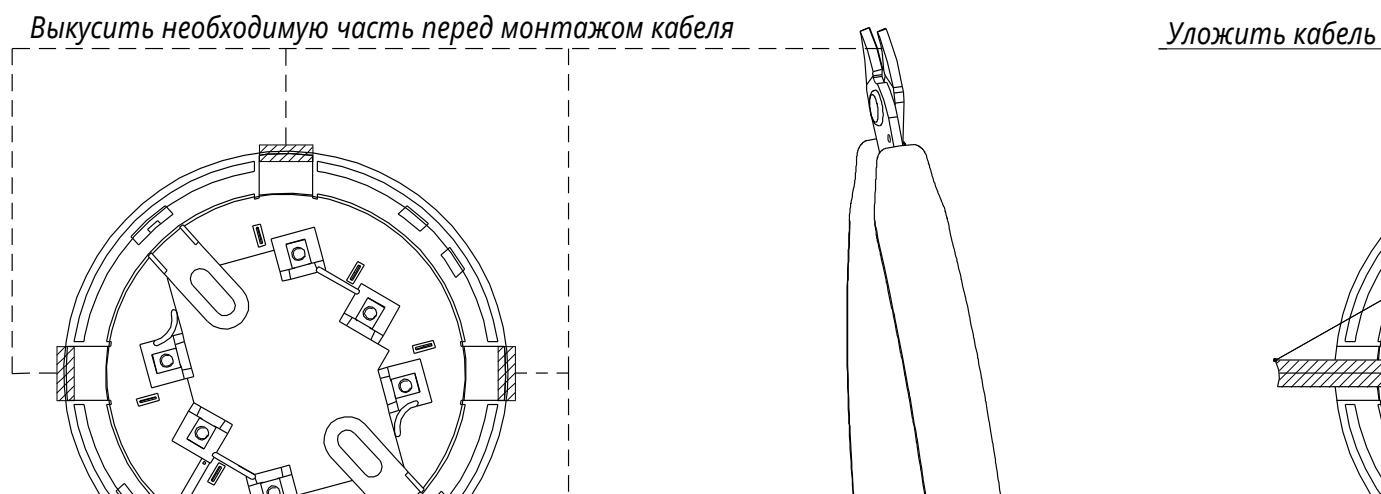

Рисунок 1
3.1 При размещении и монтаже извещателей необходимо руководствоваться требованиями ДСТУ-Н СЕН/TS 54-14 и ДБН В.2.5-56. Для монтажа извещателя необходимо базу отсоединить от извещателя, вырезать в ней нужное количество пазов для провода (см. Рис. 1) и закрепить ее на потолке помещения с помощью дюбелей и винтов. Подключение извещателей производится согласно схеме, приведенной на рисунке 2. Рекомендуемое сечение проводов от 0,28 до 1,0 мм². Перед проверкой работоспособности и началом эксплуатации извещателя нужно снять защитный колпачок.